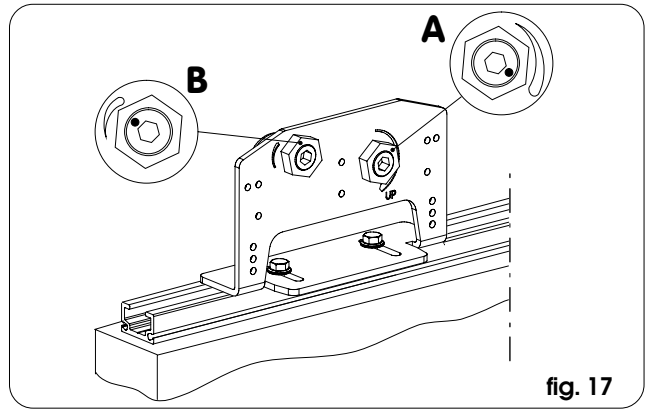

fig. 17
- Sur chaque chariot se trouve une roue de glissement en acier avec un excentrique et le système de réglage correspondant (réf. A fig. 17) ainsi qu'une molette anti-retournement en nylon avec un excentrique et le système correspondant de réglage (réf. B fig. 17); la course excédentaire admise en hauteur du chariot est de ± 10 mm.
- Débloquer les molettes anti-retournement (réf. B fig. 17) et les positionner au minimum du réglage admis (en tournant la vis dans le sens inverse des aiguilles d'une montre).
- Débloquer les roues de guidage (réf. A fig. 17); régler la position du vantail en agissant sur les vis de réglage (en tournant la vis dans le sens des aiguilles d'une montre, le vantail monte, en tournant la vis dans le sens inverse des aiguilles d'une montre, le vantail descend) jusqu'à ce qu'il soit parallèle au sol et en vérifiant le glissement correct du rail de guidage inférieur sur le patin, puis rebloquer.
- Positionner les molettes anti-retournement (réf. B fig. 17) de manière à ce qu'elles effleurent le rail de guidage obtenu sur le profil de soutien, en agissant sur les vis respectives (en tournant la vis dans le sens des aiguilles d'une montre, la molette monte, en tournant la vis dans le sens inverse des aiguilles d'une montre, la molette descend), puis les rebloquer.